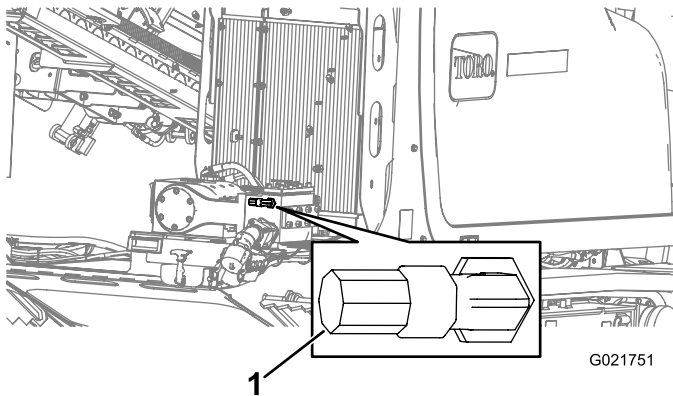

Bild 119
5. Verbinden Sie den Sprühschlauch mit dem Anschluss (Bild 119).